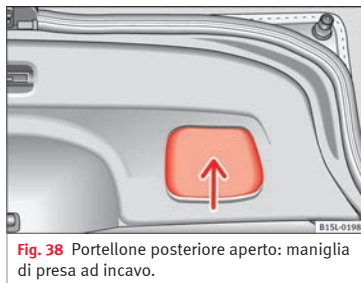

Fig. 38 Portellone posteriore aperto: maniglia di presa ad incavo.
- Prendere la maniglia di presa ad incavo del rivestimento interno del portellone posteriore » fig. 38 (freccia).